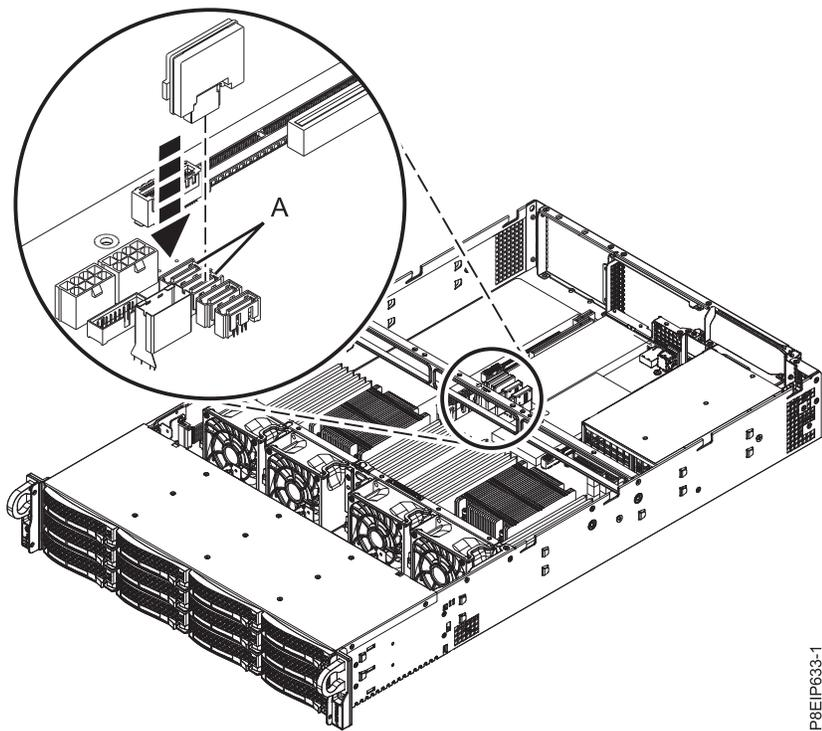

Figura 10. Instalación de una DOM
2. Instale la DOM en la placa posterior del sistema, en las posiciones **(A)**, como se muestra en la Figura 10. En función del modelo de DOM, también puede que tenga que conectar un cable de alimentación pequeño para la DOM. Asegúrese de conectar los conectores adecuadamente.